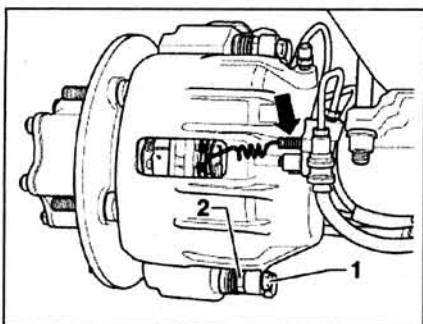

Рис. 7.20. Отсоедините разъем проводки (стрелка) от индикатора износа тормозной колодки.
2. Отсоедините разъем проводки (стрелка) от индикатора износа тормозной колодки (рис. 7.20). Открутите болты 1 крепления тормозного суппорта.